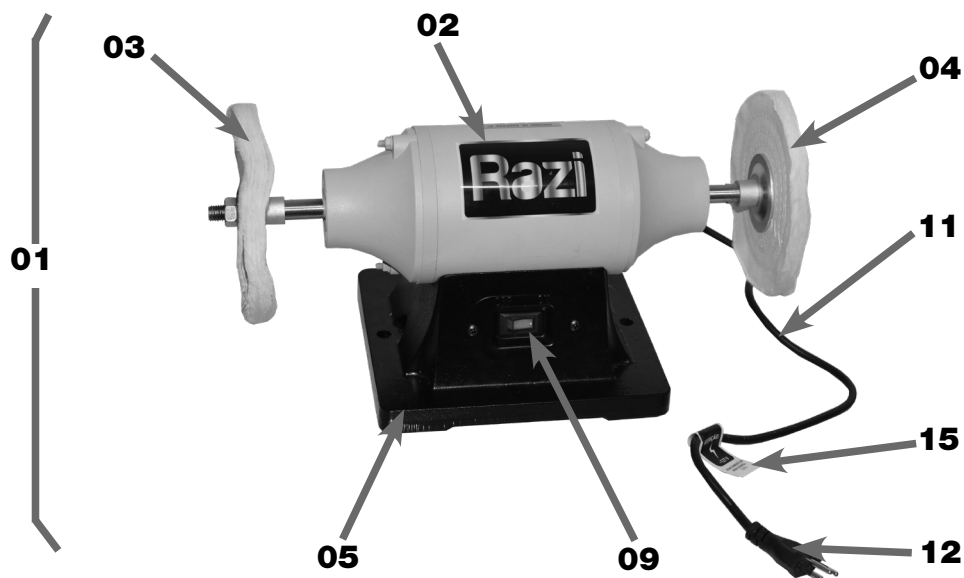

FIGURA 01 – Politriz de Bancada
VERIFICAR se a tensão (Volts) da máquina é compatível da rede elétrica. Esta informação pode ser obtida tanto na Plaqueta de Especificações Técnicas (13) fixada na parte traseira da Politriz de Bancada (01), como na Etiqueta de Tensão (15) (figura 01 e 02) e na própria embalagem do produto;
Em caso de EMERGÊNCIA, AÇIONAR rapidamente a Interruptor Liga/Desliga (09) e DESCONECTAR o Plugue de Alimentação (12) (figura 01) da tomada.
Quando houver intervenção de manutenção sobre a máquina, é necessário DESLIGAR a Interruptor Liga/Desliga (09) e DESCONECTAR o Plugue de Alimentação (12) da tomada (figura 01), ou seja, da rede elétrica de energia. Desta forma, a máquina não oferece RISCO DE CHOQUE ELÉTRICO;
A **POLITRIZ DE BANCADA 6"** da **Razi** foi desenvolvido pelos critérios de qualidade, segurança, modernidade e tecnologia, a fim de atender as necessidades do usuário, em conformidade com as normas técnicas aplicáveis (figura 01).
A Politriz de Bancada (01) é composta basicamente pelo conjunto do Corpo (02) e as Rodas de Polir (03) e (04) (figura 01).
O conjunto do Corpo (02) é formado por peças de alumínio injetado, resistentes e rígidas, as quais alojam em seu interior o motor e são fixadas sobre a Base de Fixação (05) (figura 01).
Este motor possui eixo duplo, ou seja, um eixo em cada lado do Corpo (02) (esquerdo e direito). Nessas pontas de eixo são acoplados as Rodas de Polir Esquerda (03) e Direita (04) (figura 01).
Na Base de Fixação (05) está localizado o Interruptor Liga/Desliga (09) responsável por acionar e parar o movimento de giro das Rodas de Polir (03) e (04) (figura 01).